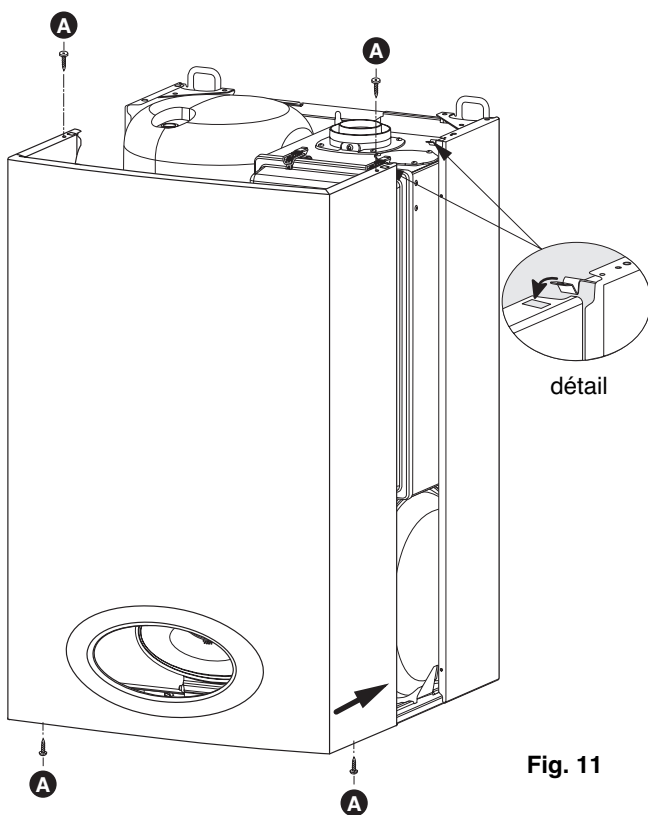

Fig. 11
- présenter l'habillage (fig. 11)